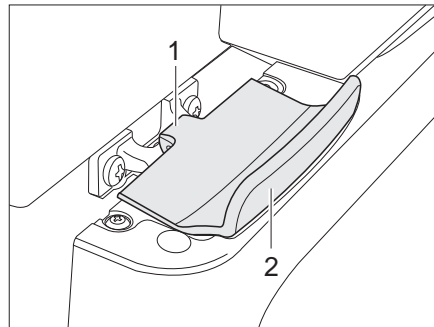

Bild 234 Lås till kylskåpsdörr, låst (Thetford)
- Öppna: ■ Öppna kylskåpsdörren med handtaget (Bild 234,2). Spärren (Bild 234,1) lossas automatiskt.